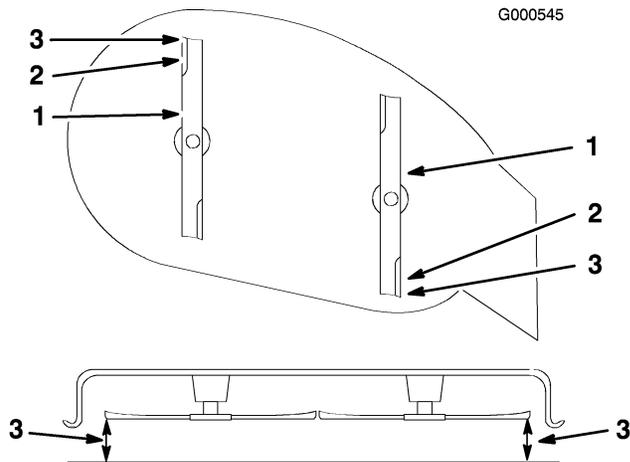

Figure 47
- Réglez la hauteur de coupe à la position **D** [76 mm (3 pouces)] et tournez les lames avec précaution dans le sens longitudinal (Figure 47).
- Mesurez la distance entre la pointe de la lame avant et la pointe de la lame arrière par rapport à la surface plane (Figure 47). Si la pointe avant de la lame n'est pas de 1,6 à 7,9 mm (1/16–5/16 pouce) plus basse que la pointe arrière, réglez les contre-écrous avant.